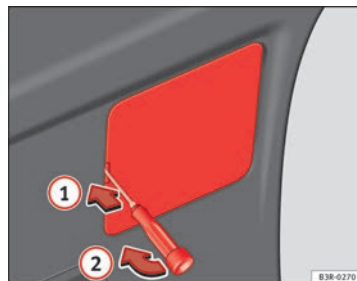

Fig. 233 Retirar la cubierta del revestimiento del portón trasero
- Introduzca un destornillador en la ranura de la cubierta ⇒ fig. 233 ① y extraiga la misma haciendo palanca ②.